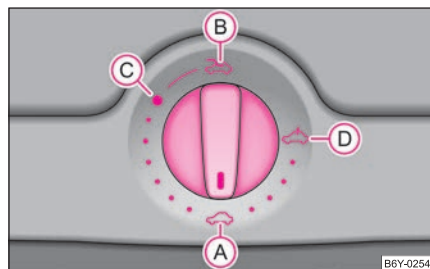

Fig. 31 Interruttore del tetto scorrevole/sollevabile elettrico
Il tetto scorrevole/sollevabile si aziona con la manopola ⇒ fig. 31 e funziona solo con accensione inserita. L'interruttore può essere innestato in più posizioni.
- Portare l'interruttore in posizione (C) ⇒ pag. 44, fig. 31.
- Portare l'interruttore in posizione (A) ⇒ pag. 44, fig. 31.
vole/sollevabile si può chiudere completamente, escludendo il dispositivo di protezione, portando in avanti l'interruttore nella posizione (A) ⇒ pag. 44, fig. 31 finché il tetto non è completamente chiuso ⇒ ⚠.
Dopo ogni azionamento d'emergenza (con la chiave esagonale), il tetto scorrevole/sollevabile deve essere portato nella posizione di riposo. A tale scopo tenere premuto in avanti l'interruttore in posizione **A** ⇒ pag. 44, fig. 31 per circa 10 secondi. ■